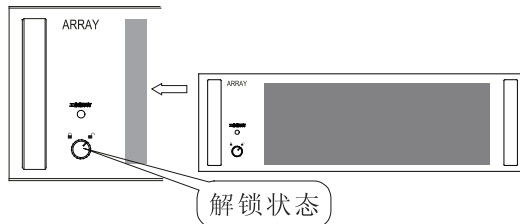

图 4-3
4. 拆掉 UPS 模块的包装，检查模块前面板上的定位锁的状态，正常情况定位锁上的白点应该对准“☐”位置（图 4-3）；如果白点对准“🔒”位置，请用手拧到“☐”位置。